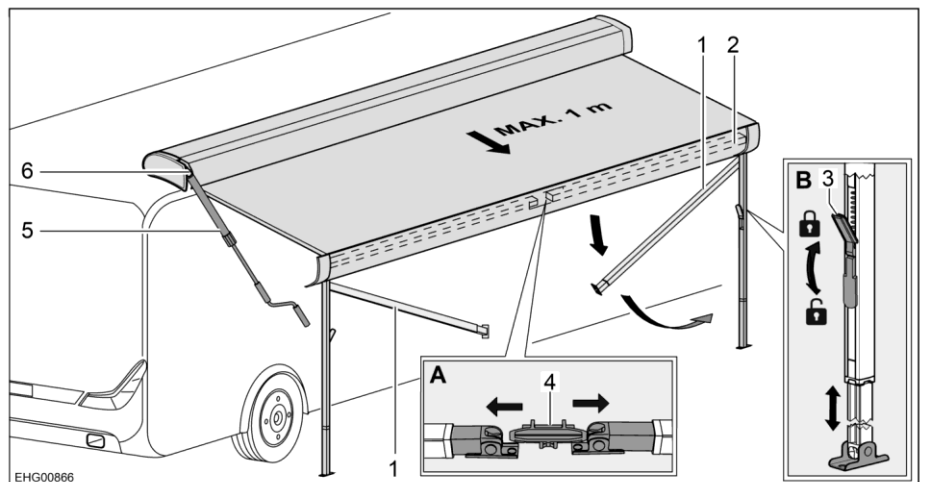

Bild 49 Ställa upp stödbenen
- Lossa stödfötterna (Bild 49,1) ur fästet (Bild 49,4) i frontlisten (Bild 49,2). Tryck stödfötterna lätt utåt (Bild 49,A).
- Lossa stödfötternas lås (Bild 49,3). Fäll ned låsarmer.
- Dra ut stödfötternas nedre del till önskad längd (Bild 49,B).
- Stäng stödfötternas lås (Bild 49,3). Fäll upp låsarmer.
- Rengör vid behov stödfötterna (Bild 49,1).
- Öppna låsen (Bild 49,3) på stödfötterna. Fäll ned låsarmen.
- Stäng stödfötternas lås (Bild 49,3). Fäll upp låsarmen.
- Sätt veven (Bild 49,5) i bajonettfattningen (Bild 49,6).